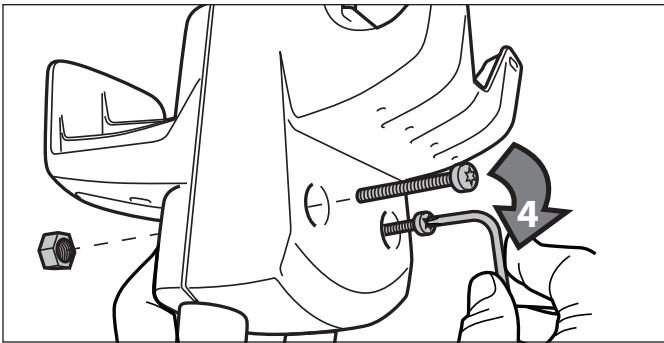

Figura 4. Asegure los soportes
3. Asegure el soporte de la unidad de control utilizando dos (2) tornillos y dos (2) tuercas y aprietaselas con una llave Torx. Vea la Figura 4.